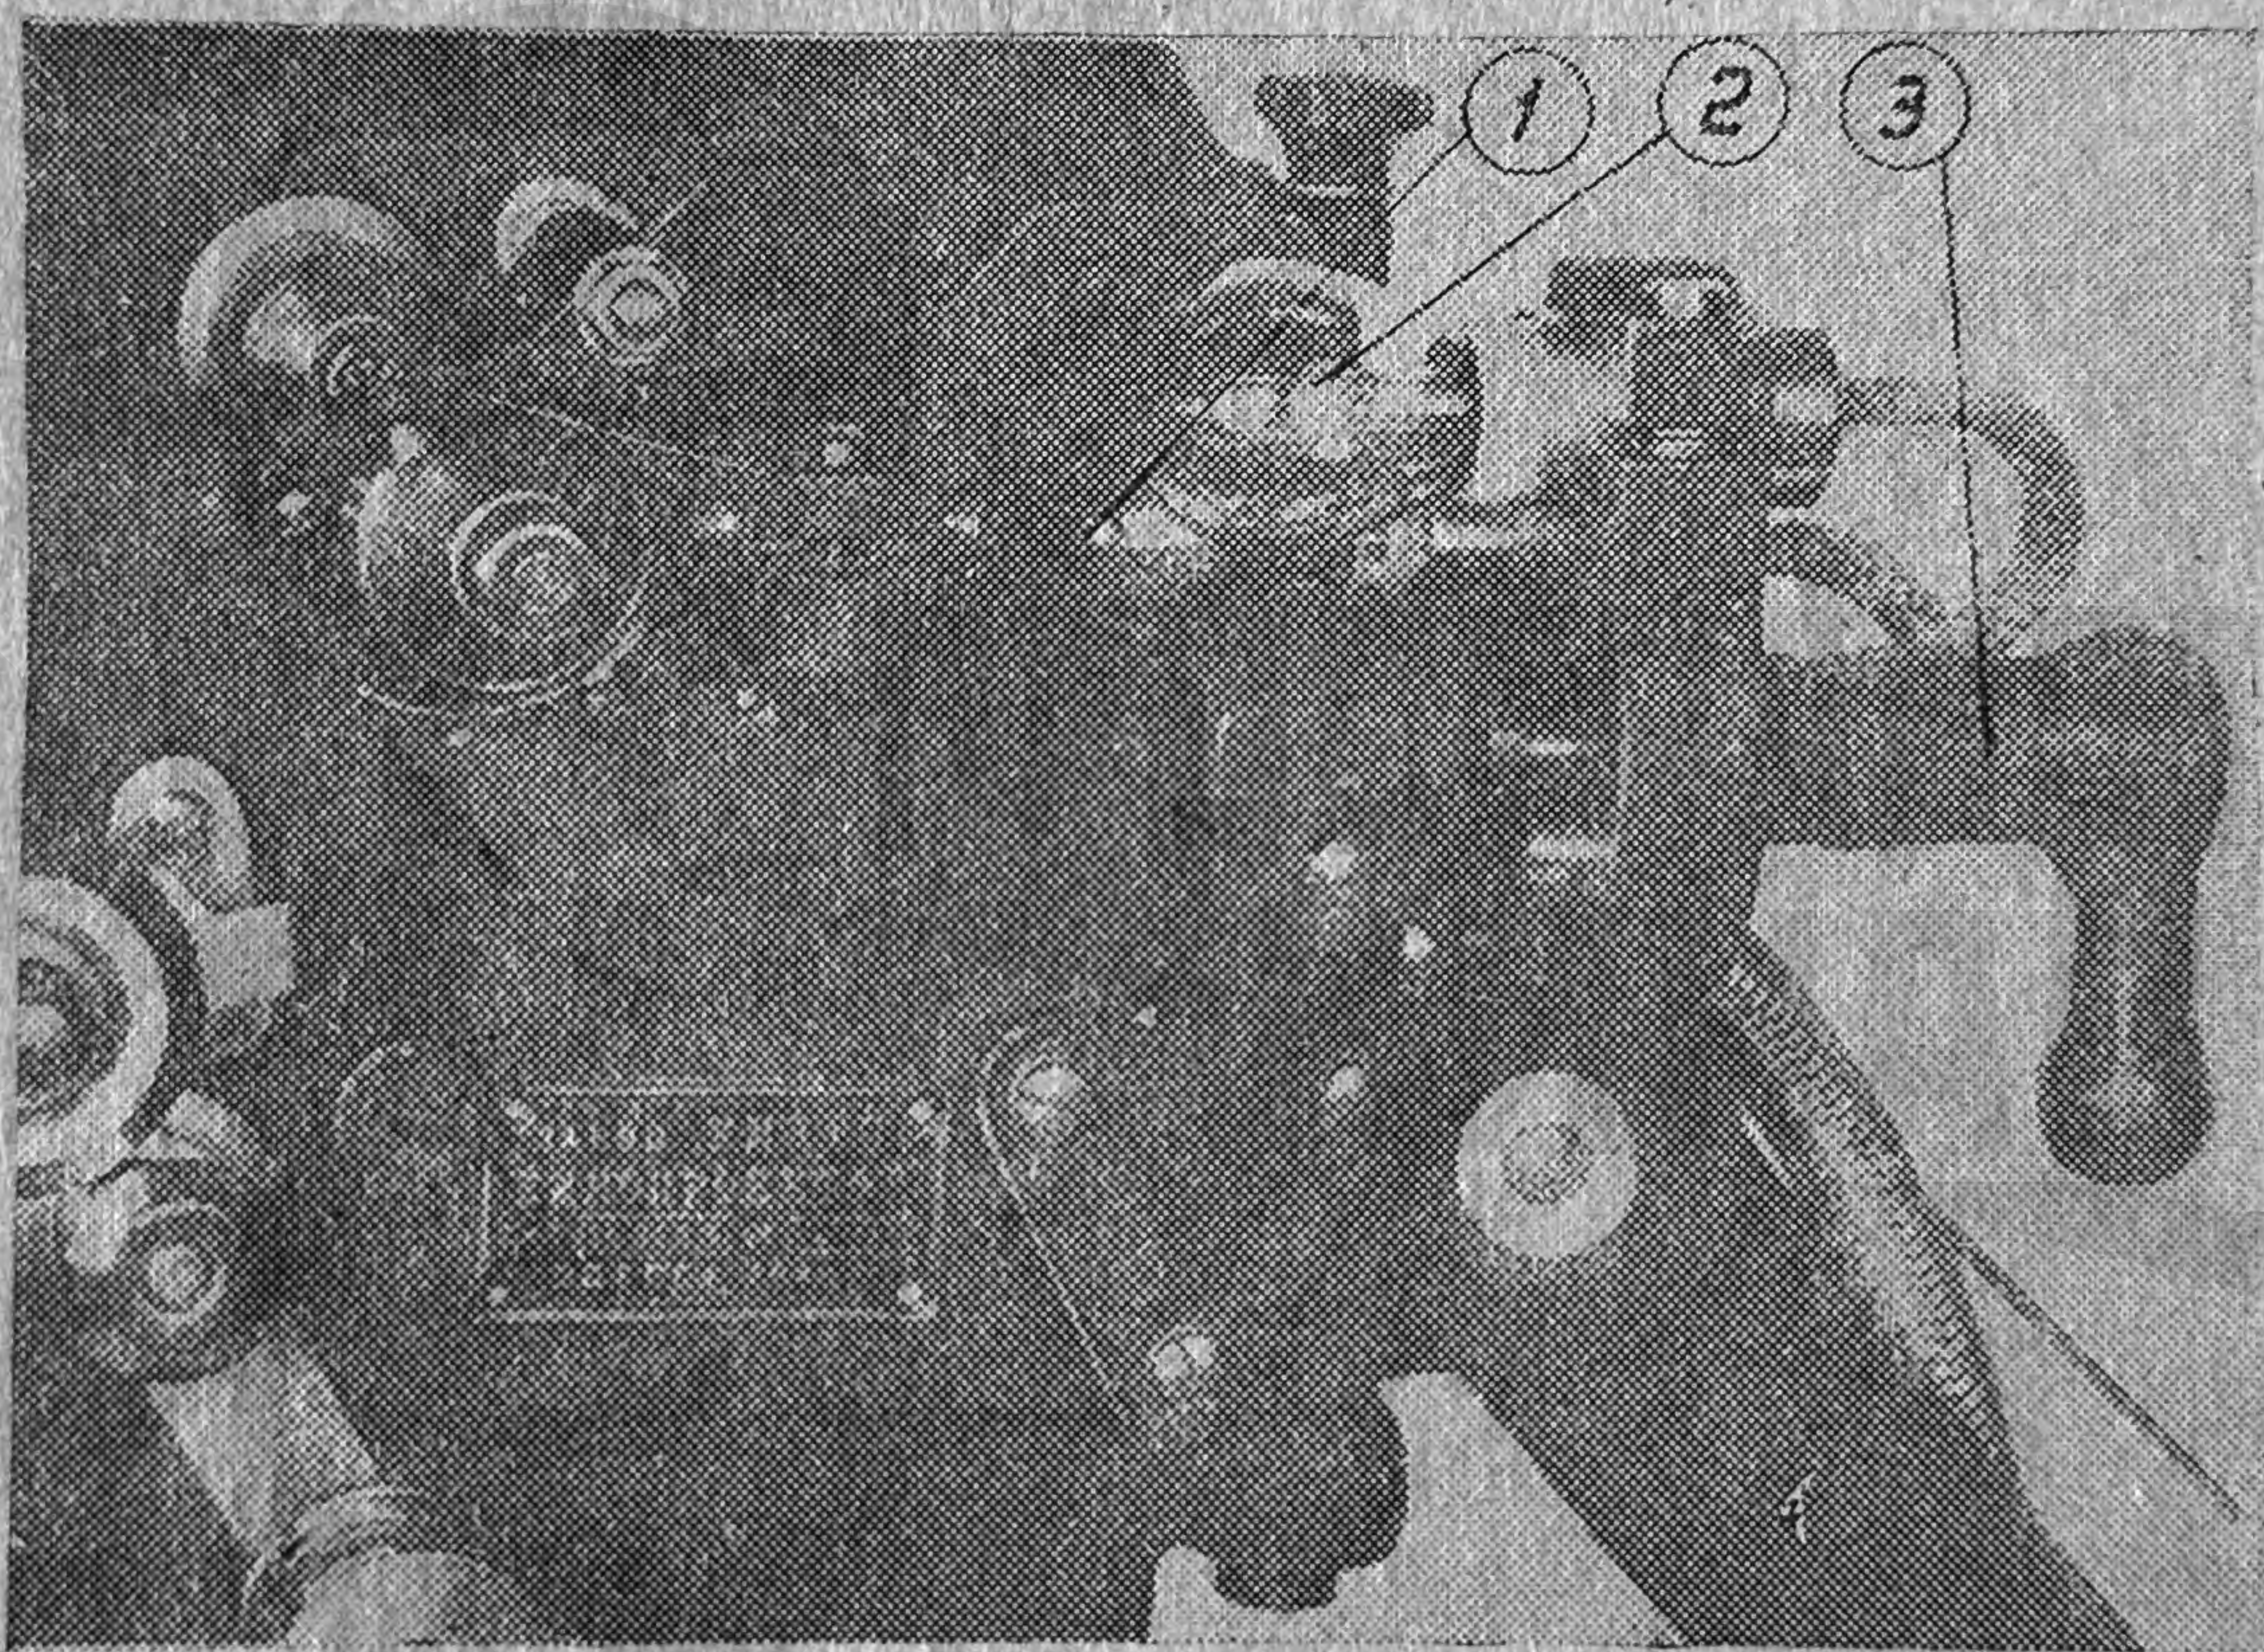

Рис. 10. Кинопроектор 16-3СП-5
Для быстрой смены сгоревшей читающей лампы в проекторе применена револьверная головка (см. рис. 10). В револьверной головке устанавливаются две читающие лампы, которые необходимо заранее отъюстировать. При работе проектора горит только одна лампа, находящаяся против оптической оси читающей оптики. В случае перегорания работающей лампы, путем поворота рычага (3) хомутка револьверной головки, на ее место устанавливается и автоматически включается вторая (запасная).